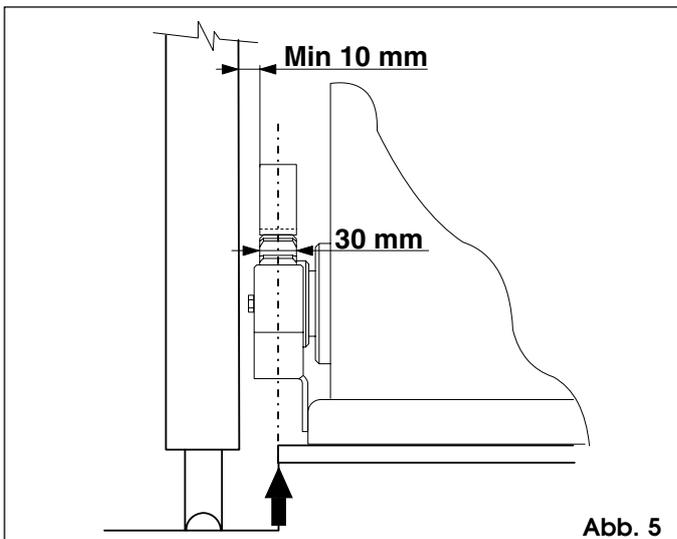

Abb. 5
Für die Maßangaben wird auf Abb. 5 verwiesen.
- 3) Höhe der Stellfüße durch Anheben des Getriebemotors um ca. 1cm von der Fundamentplatte sowie Abstand zum Tor gem. Abb. 5 - 9 einstellen.
Wichtiger Hinweis: Zur Befestigung der Zahnstange am Tor müssen je nach Torbau entsprechende Halterungen angefertigt werden. Abb. 10 zeigt zum Beispiel eine „L“-förmige Halterung. Für die Anbringung der Halterungen s. Abb. 5 und 9.